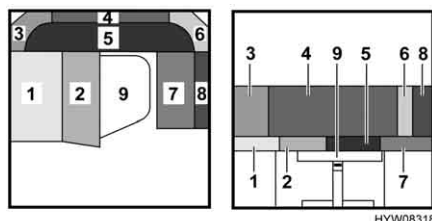

Fig. 62 Durante la trasformazione
- Collocare il cuscino dello schienale (Fig. 62,1) sulla parete esterna. Rispettare la forma cuneiforme.
- Sistemare il cuscino del divano (Fig. 62,2) sul cuscino dello schienale ribaltato. Rispettare la forma cuneiforme.